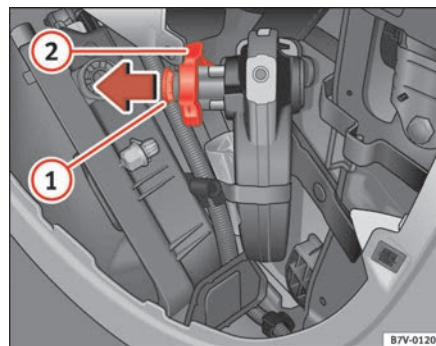

Fig. 135 Ubicación del enganche para remolque
- Abra la cerradura girando la llave ⇒ **página 202, fig. 135 ①** en el sentido de las agujas del reloj.
- Extraiga completamente la rueda **②** en dirección de la flecha y gírela en dirección de las agujas del reloj hasta el tope.